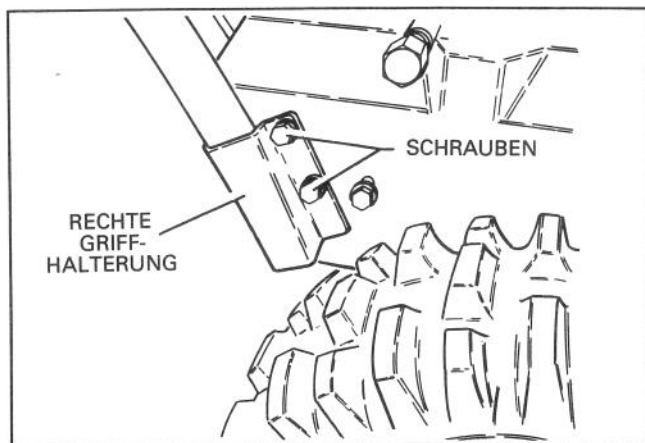

Abb. 9
16. Die zwei Bundschrauben, mit denen die Vorderseite der rechten Griffhalterung an den Motorrahmen angebracht ist, abnehmen und wegwerfen (Abb. 9).